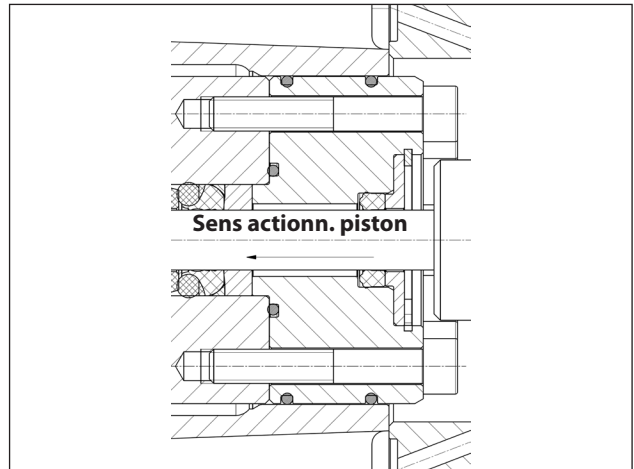
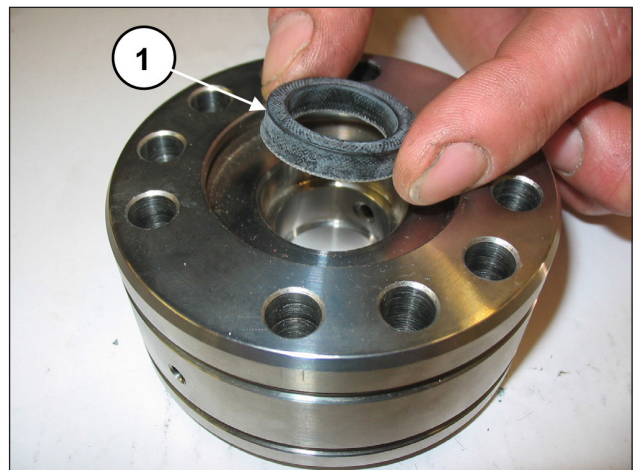

Fig. 125
Fig. 126
**Introduire le joint L.P. dans la chemise avec la lèvres d'étanchéité dans le sens d'actionnement du piston (rep. ①, Fig. 125 et Fig. 126) et lubrifier légèrement le diamètre extérieur avec de la graisse à base de silicone type OKS 1110. Remplacer le joint L.P. s'il s'avère usé.**